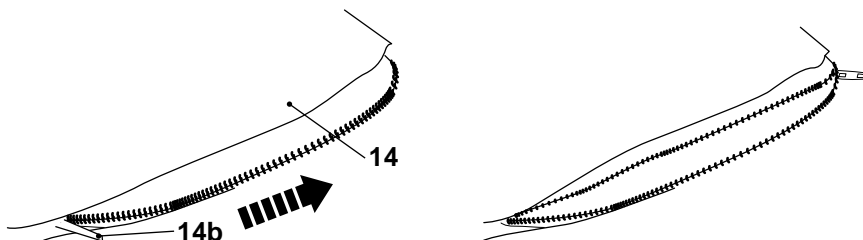

Fig. 9
- > Ouvrez la fermeture éclair [14b] et videz les copeaux dans un sac poubelle approprié (Fig. 9).